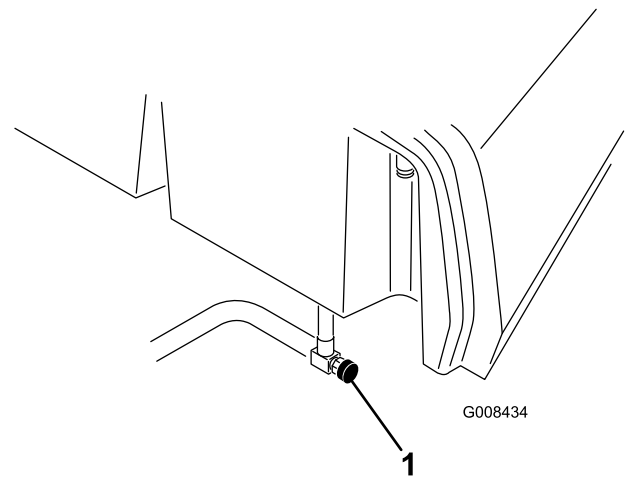

Figura 35
1. Cierre la válvula de cierre de combustible (Figura 35), situada debajo del depósito de combustible.